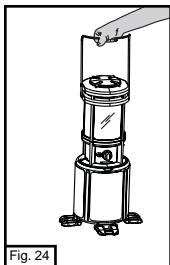

Fig. 24
- ⇒ La lámpara puede ser cargada por su asa. (Fig. 24)